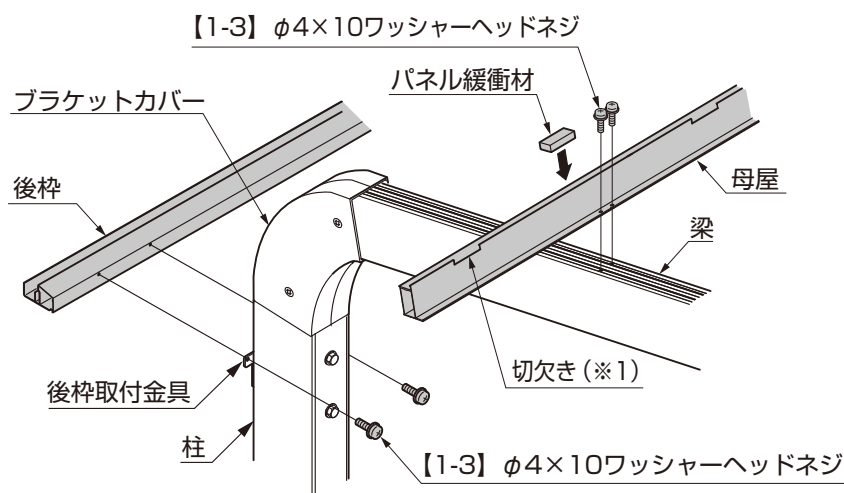
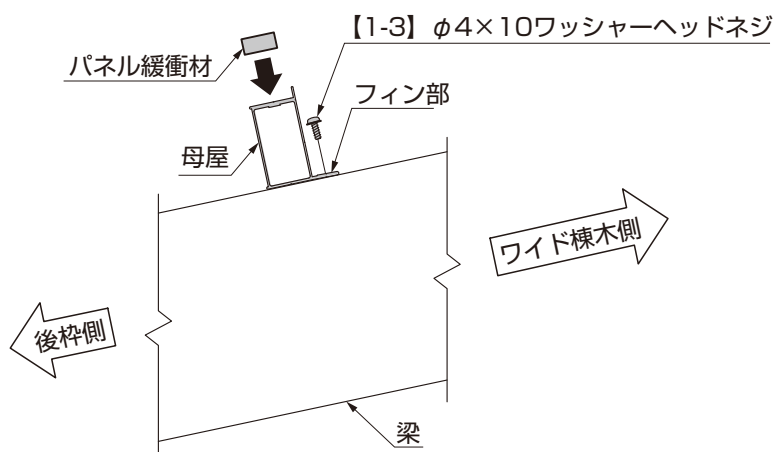

図3-1
図3-3
①後枠を後枠取付金具に【1-3】で取付けてください。(図3-1参照)
③パネル緩衝材を母屋の切欠きと切欠き(※1)の間に貼付けてください。(図3-1、図3-3参照)
④ワイド棟木側にフィン部を向けて、母屋を梁に【1-3】で取付けてください。(図3-3参照)